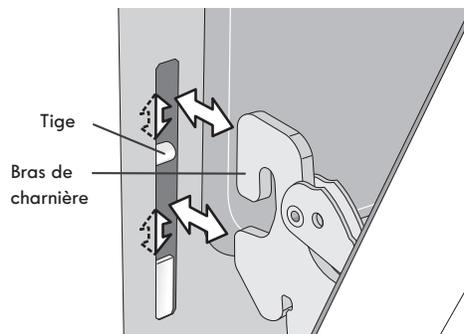

Figure 58 : Emplacement de l'axe de charnière
5. Lorsque la porte est à la position d'arrêt pour gril, soulevez les bras des charnières sur les tiges situées de chaque côté du cadre du four (Figure 58).
2. En tenant la porte dans le même angle que pour le retrait, posez le crochet du bras de charnière sur les tiges situées de chaque côté du cadre de la porte (Figure 58). Les crochets des bras de charnière doivent être bien assis sur les tiges.